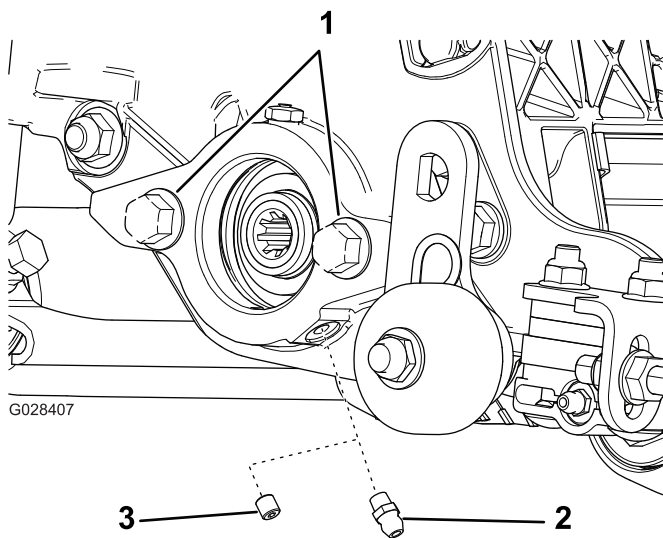

Figura 5
2. Instale el engrasador recto (Figura 5).
3. Si no hay pernos en la placa lateral del motor del molinete, instálelos (Figura 5).